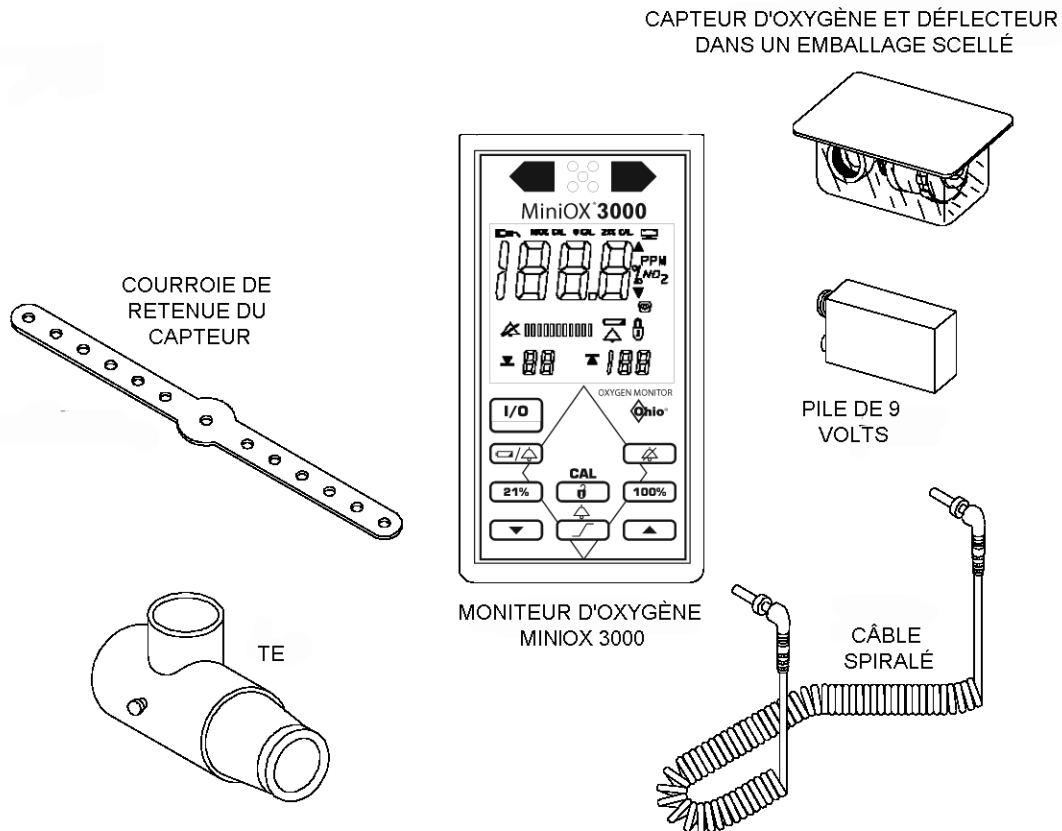

Figure 2-1
1. S'assurer d'avoir les composants suivants (se reporter à la Figure 2-1) :
- manuel d'instructions MiniOX® 3000 (CD)